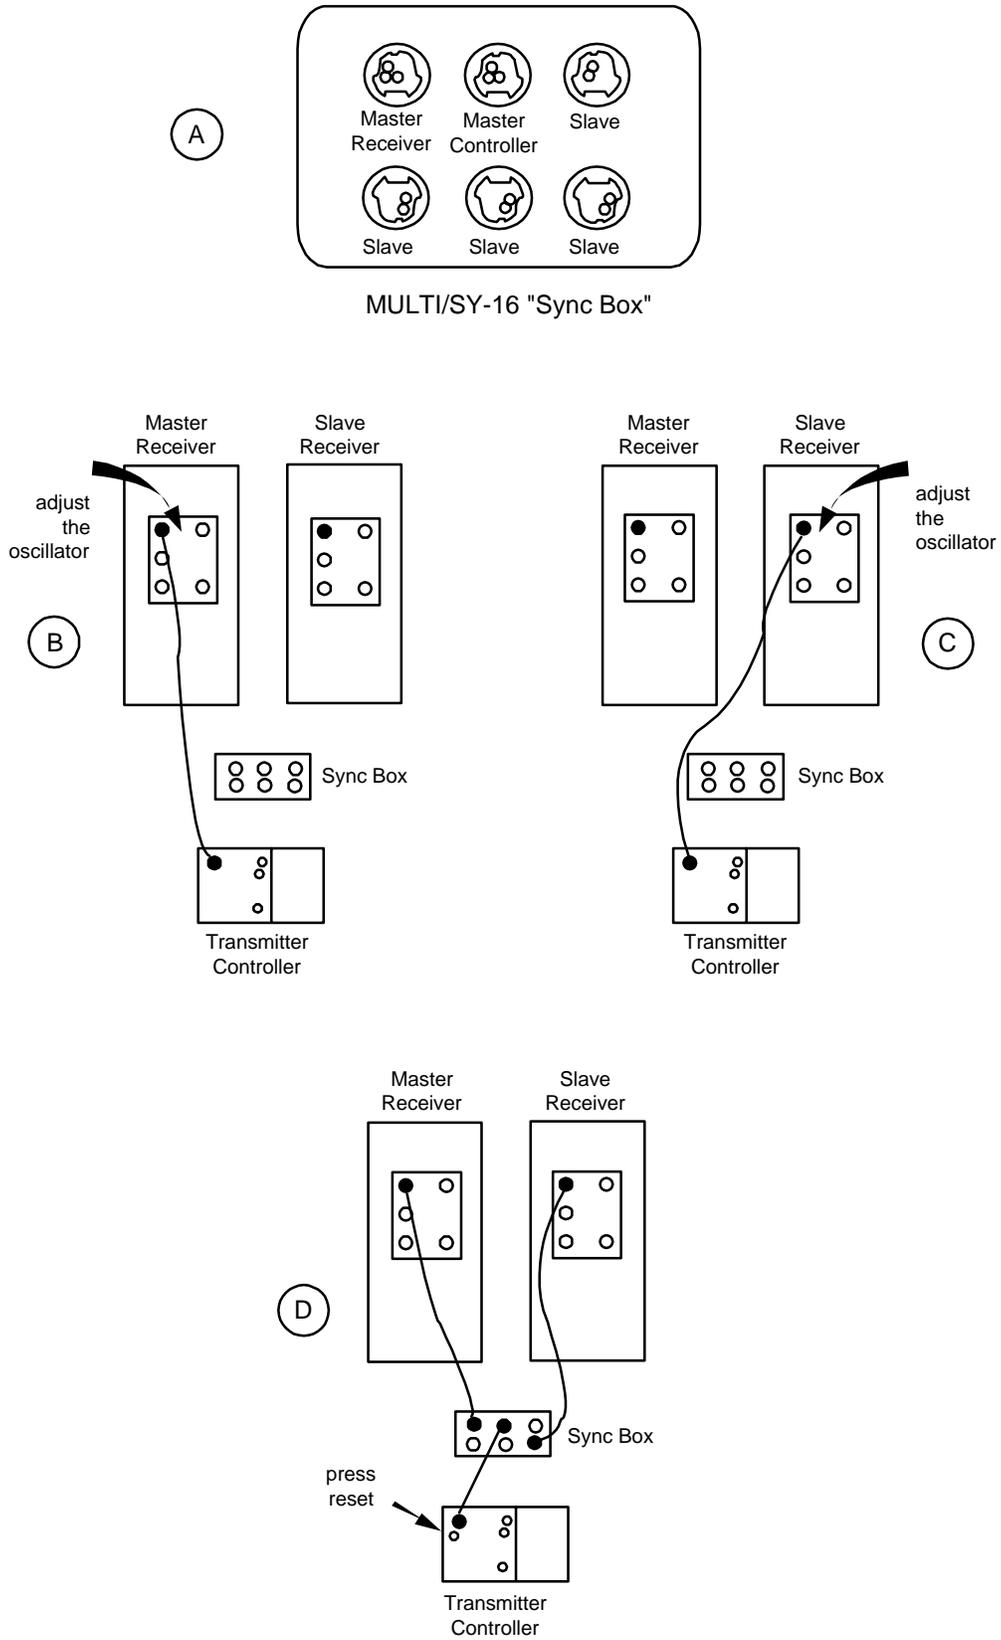

图 6.5 - 利用老的 MULTI/SY-16 同步盒对多台接收机系统同步化
2. 在主 GDP 接收机的发送输入/输出端口与发送控制器输入/输出端口间连上同步电缆，如图 6.5(b)所示。
6. 准备如图 6.5(d) 所示附件，仔细地将接收机和发送控制器连接到同步盒的适当端口。
1. 如图 6.5 (b) 和 (c) 所示，利用主发送控制器独立地调节每台接收机。
4. 用一附加电缆连接从属控制器输入/输出端口和同步盒上的任何从属端口。如图 6.5 (d) 所示。